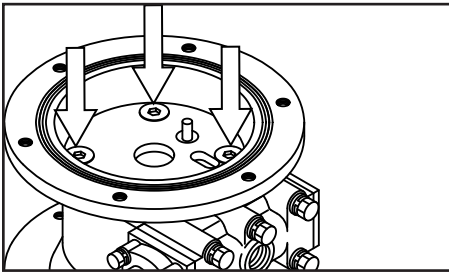

Figura 21
- Extraiga los 12 pernos de retención de la cámara de aire y retire la cámara de aire (consulte la Figura 21).